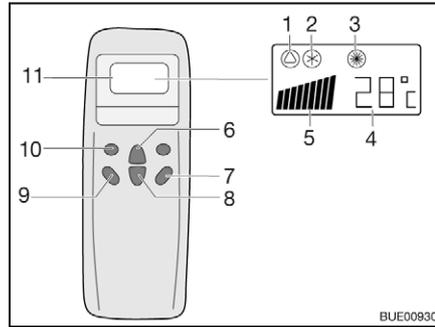
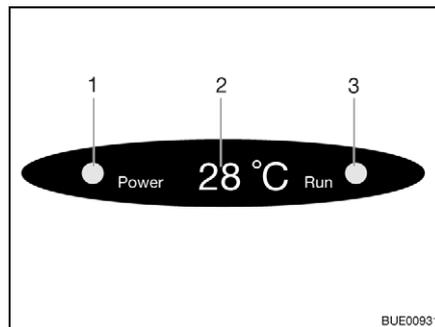

Fig. 174 Controle remoto
Fig. 175 Indicação no difusor
- Prima a tecla "ON/OFF" (Fig. 174,7).
- Prima a tecla "Mode" (Fig. 174,10) tantas vezes até ser mostrado o modo de serviço pretendido (Fig. 174,1, 2 ou 3) no display. Acende-se a respectiva luz piloto na indicação no difusor (Fig. 175,3).
- Com as teclas para o aumento da temperatura (Fig. 174,6) ou redução da temperatura (Fig. 174,8) regule a temperatura pretendida.
- Com a tecla Número de rotações do ventilador (Fig. 174,9) escolha o nível pretendido do ventilador.